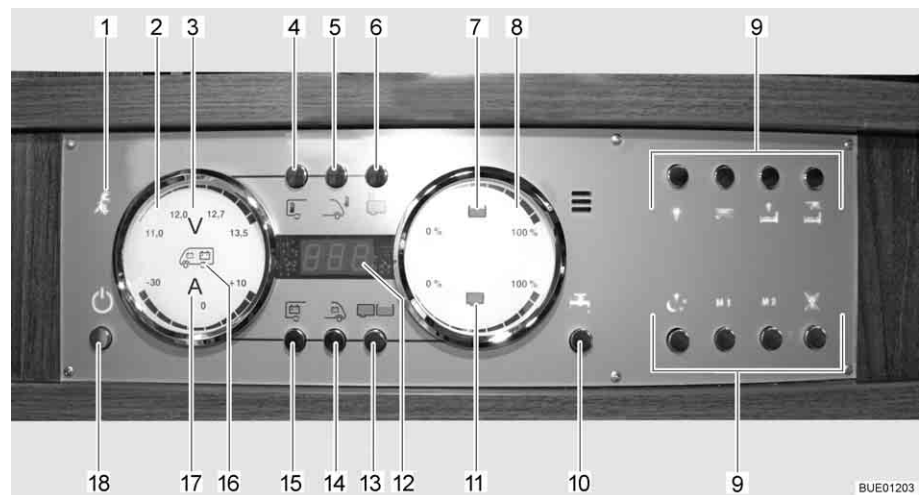

Fig. 131 Panel LT 510
Se enciende la luz de control de 230 V (Fig. 131,1) cuando hay tensión de red en la entrada del bloque eléctrico.
El interruptor principal de 12 V (Fig. 131,18) conecta y desconecta el panel y la alimentación de 12 V del habitáculo.
- Pulsar la tecla de la alimentación de 12 V (Fig. 131,18) brevemente. La alimentación de 12 V del habitáculo está conectada. La visualización de control "12 V" está encendida.
- ▷ En caso de que después de la conexión parpadeen tanto el LED "11,0" de la visualización de voltios así como el símbolo Voltios "V" (Fig. 131,3) en el instrumento indicador Baterías (Fig. 131,2), será demasiado baja la tensión de la batería del habitáculo. Cargar la batería.
- ▷ En caso de que después de la conexión parpadeen tres veces la visualización de control 12 V y el símbolo Voltios V (Fig. 131,3), estará activada la separación de batería. Desactivar la separación de batería.
- Pulsar la tecla de la alimentación de 12 V (Fig. 131,18) brevemente. La alimentación de 12 V del habitáculo está desconectada. La visualización de control "Alimentación de 12 V" se apagará.
- Pulsar la tecla Batería del habitáculo (Fig. 131,15) y mantenerla pulsada aprox. 10 segundos. El símbolo Voltios "V" (Fig. 131,3) y la visualización de control "12 V" parpadearán tres veces. La batería del habitáculo está separada de la red de a bordo de 12 V.
- Pulsar la tecla de la alimentación de 12 V (Fig. 131,18) y mantenerla pulsada aprox. 5 segundos. El símbolo Voltios "V" (Fig. 131,3) y la visualización de control "12 V" parpadearán tres veces. La batería del habitáculo está conectada a la red de a bordo de 12 V. La visualización de control estará encendida durante aprox. 5 segundos.
- Pulsar la tecla Batería del habitáculo (Fig. 131,15). El símbolo Voltios "V" (Fig. 131,3) estará encendido. Según la carga o la descarga, el símbolo Amperios "A" (Fig. 131,17) estará iluminado de color blanco o rojo. La tensión de la batería y la corriente de la batería del habitáculo se visualizan a través de LEDs en el instrumento indicador.
- Pulsar la tecla Batería del motor de arranque (Fig. 131,14). El símbolo Voltios "V" (Fig. 131,3) estará encendido. La tensión de la batería del motor de arranque es visualizada a través de LEDs en el instrumento indicador.
- Pulsar la tecla Depósitos (Fig. 131,13). Los símbolos Depósito de agua (Fig. 131,7) y Depósito de aguas residuales (Fig. 131,11) estarán encendidos. Los niveles de llenado del depósito de agua (escala superior) y del depósito de aguas residuales (escala inferior) serán visualizados a través de LEDs en el instrumento indicador.
El símbolo Depósito de agua (Fig. 131,7) o el símbolo Depósito de aguas residuales (Fig. 131,11) parpadeará si el depósito de agua está vacío o el depósito de aguas residuales está lleno.
A través del visualizador digital (Fig. 131,12) es posible visualizar la temperatura interior y la temperatura exterior.
- Pulsar la tecla Temperatura interior (Fig. 131,4). Indica la temperatura interior.
- Pulsar la tecla Temperatura exterior (Fig. 131,5). Indica la temperatura exterior.